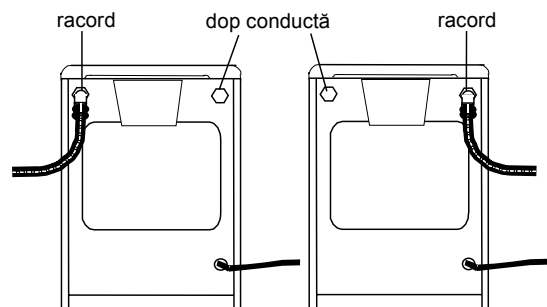

fig. 11
**IMPORTANT:** Butelia va fi plasată astfel încât să nu fie necesară trecerea furtunului prin spatele mașinii de gătit; pentru acesta se vor schimba între ele, dopul și racordul GPL de pe extremitățile conductei, astfel încât furtunul să nu treacă prin spatele mașinii (fig.11).